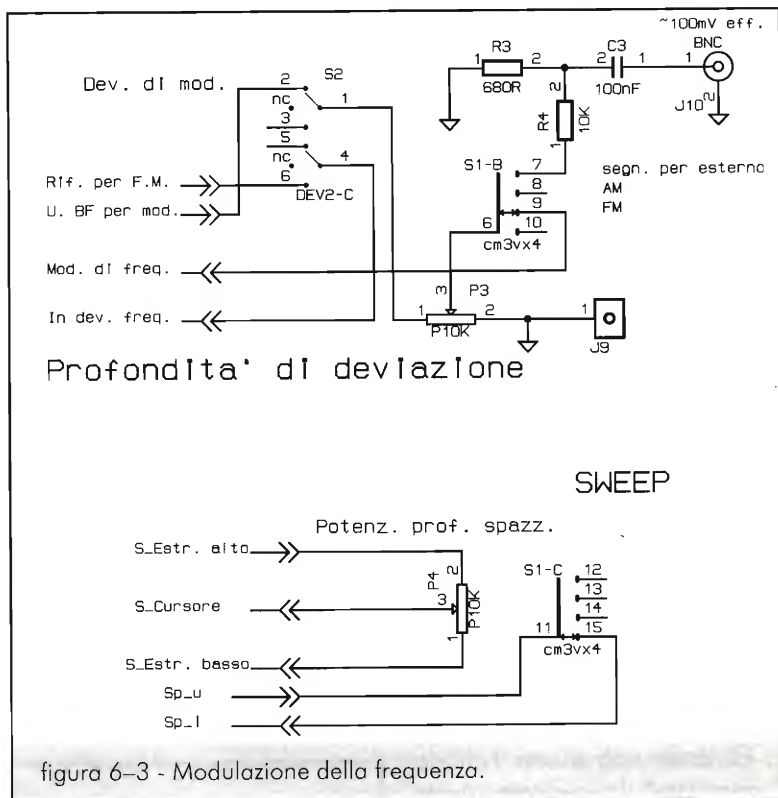

figura 6-3 - Modulazione della frequenza.
Non importa su quale frequenza o gamma ci troviamo. Modo operativo: modulazione di frequenza; commutatore S1 di figura 6-3 su FM.
- Inseriamo in R37 la componente continua generata da Q3 (deviatore S2 di figura 6-3 su posizione inferiore a schema).
- Mettere S2 a pannello sulla "modulazione nulla": posizione centrale di schema a figura 6-3 e notare che la frequenza segnata al frequenzimetro sia quella voluta (es.: 10.7MHz)
Ogni valore inferiore lo otteniamo ruotando proporzionalmente il potenziometro di modulazione, P1 di figura 6-3, (es.: a fondo scala, potenziometro su "10" = 130kHz, col potenziometro P1 di figura 6-3 alla posizione "2" = 26kHz [  $0.2 \times 130 = 26$  ]).